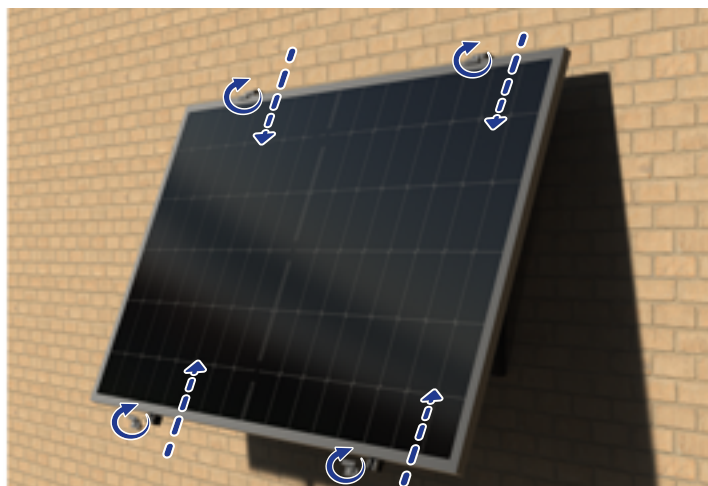

Fig. 20
27. Fissare il pannello alla staffa inserendo i morsetti terminali sul profilato della staffa, in modo da incastrare la cornice del pannello fotovoltaico (↗ Fig. 20).
28. Serrare i morsetti terminali alle piastrine filettate nel profilato (↗ Fig. 20).